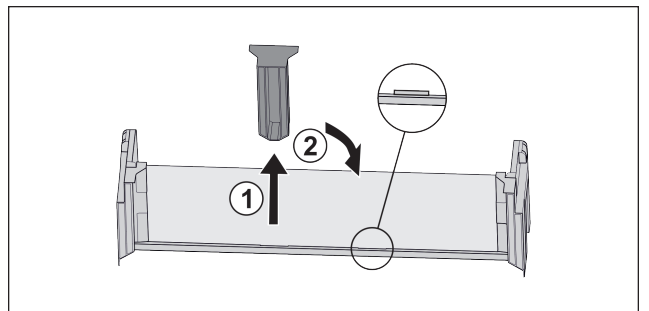

Fig. 54
► Estrarre l'elemento di supporto centrale Fig. 54 (1).
► Inserire l'elemento di supporto centrale sulla seconda posizione Fig. 54 (2).